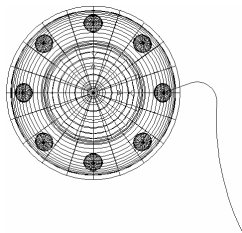
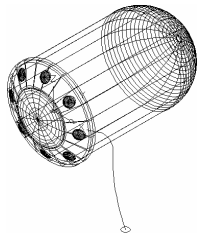

图 6-2-23 绘制多段线
图 6-2-24 绘制圆
(1) 切换视图。单击“视图”工具栏中的“主视”按钮, 将视图切换到主视图界面。
(2) 绘制多段线。单击“绘图”工具栏中的“多段线”按钮, 根据命令行的提示进行操作, 依次输入 (8,0) (@3,1) A、A、-120、CE、(@1,-2) 以及 (@3,-15), 绘制多段线, 结果如图 6-2-23 所示。
(3) 切换视图。单击“视图”工具栏中的“东南等轴测”按钮, 将视图切换到东南等轴测视图界面。
(4) 恢复坐标系。在命令行中输入 UCS 命令并按回车键, 根据命令行的提示进行操作, 连续按回车键两次, 将坐标系恢复到世界坐标。
(5) 绘制圆。在命令行中输入 CIRCLE 命令并按回车键, 根据命令行的提示进行操作, 以多段线一端的端点为圆心, 绘制半径为 0.8 的圆, 结果如图 6-2-24 所示。